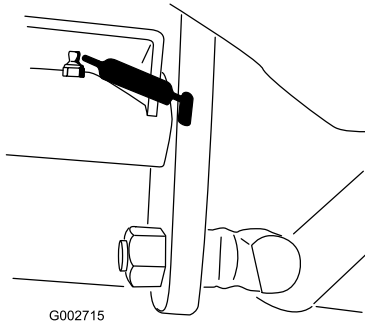

Figura 23
- Pivote del pedal de tracción (1) (Figura 23)